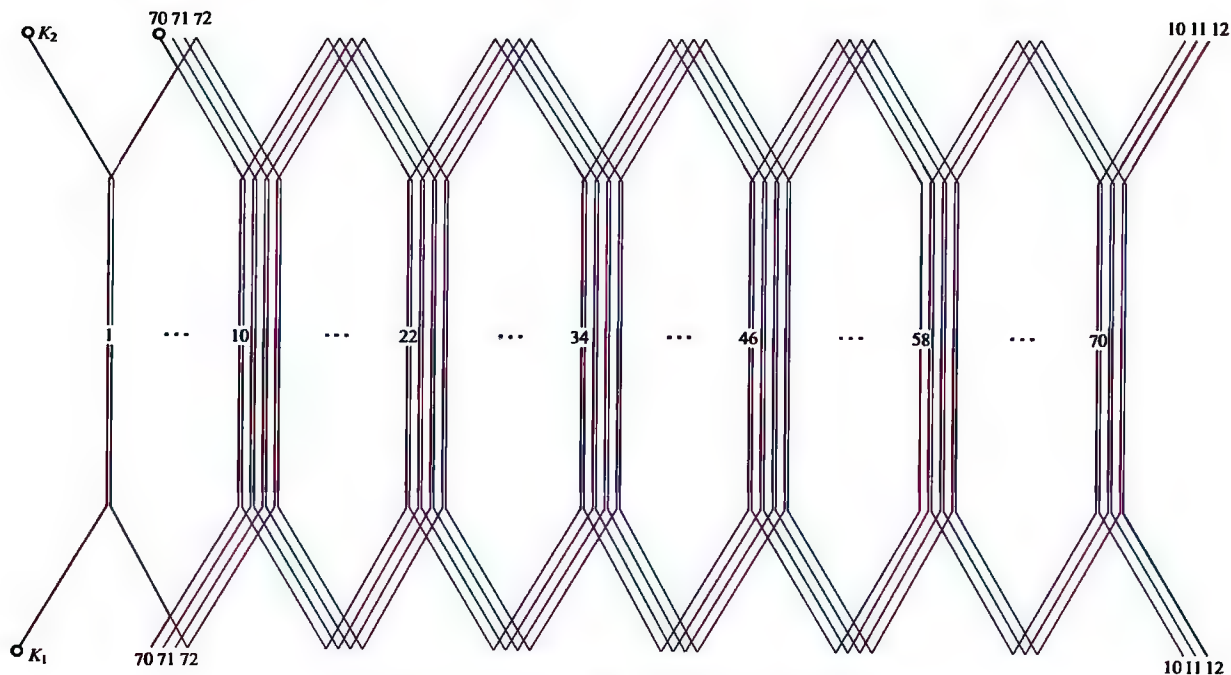

图 3-8 6 极 72 槽换位双层波绕组展开图
8. 6 极 72 槽换位双层波绕组展开图 (见图 3-8)